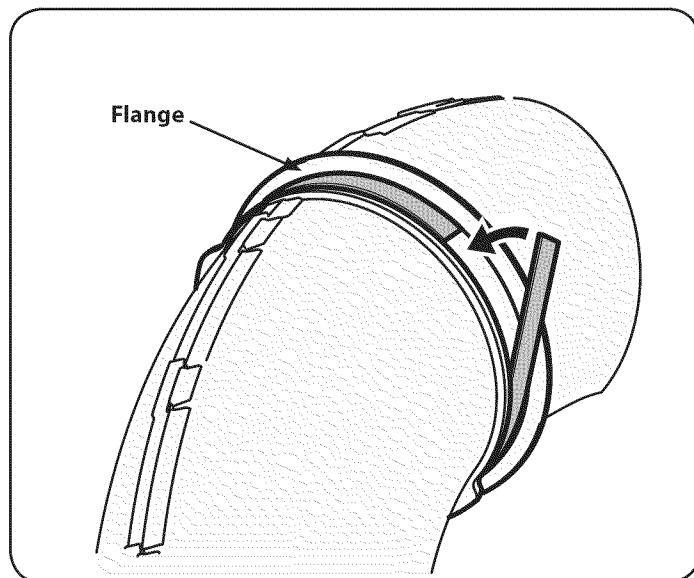

Figure 49
1. Despegue el respaldo de la tira de espuma autoadhesiva (721-04388) que ha sido incluida dentro de su cartón de contenido. Aplica a la tolva superior, al ras contra el reborde como se muestra en la Figure 49.